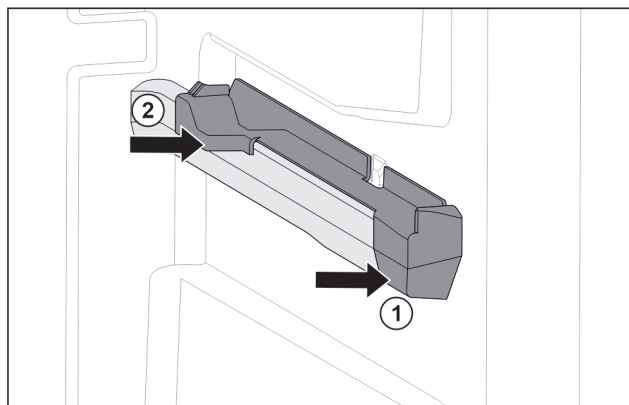

Fig. 77 Násuvný diel na pravom rebre nádoby
- Nasadte násuvný diel vpredu na rebro nádoby. Fig. 77 (1)
- Pritlačte násuvný diel vzadu. Fig. 77 (2)